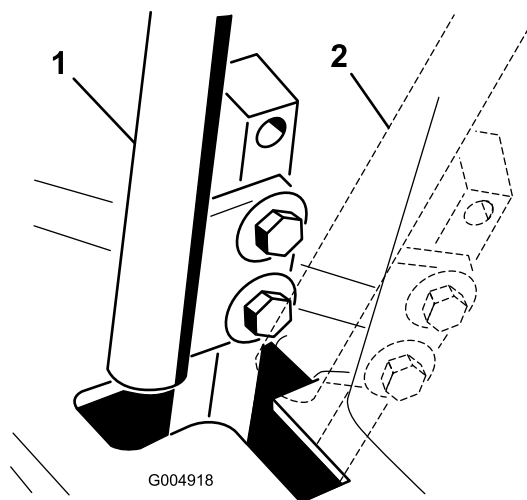

Figura 54
4. Mettete la leva di controllo in posizione di folle NEUTRAL **senza bloccarla** (Figura 54).
6. Controllate dove la leva di controllo corrisponde alla tacca nella console (Figura 54).